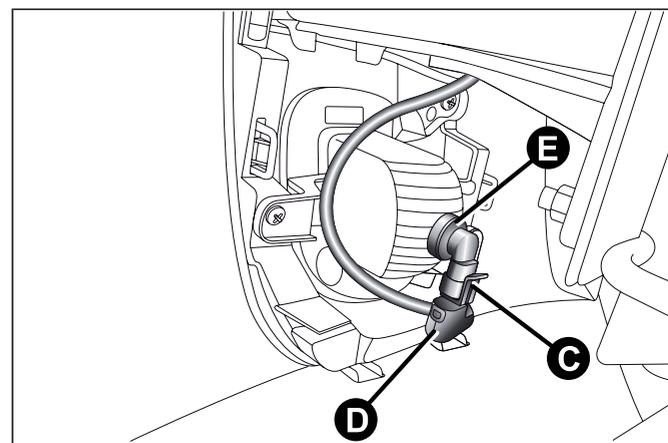

fig. 134
- agir sur l'agrafe C et débrancher le connecteur électrique D fig. 134 ;